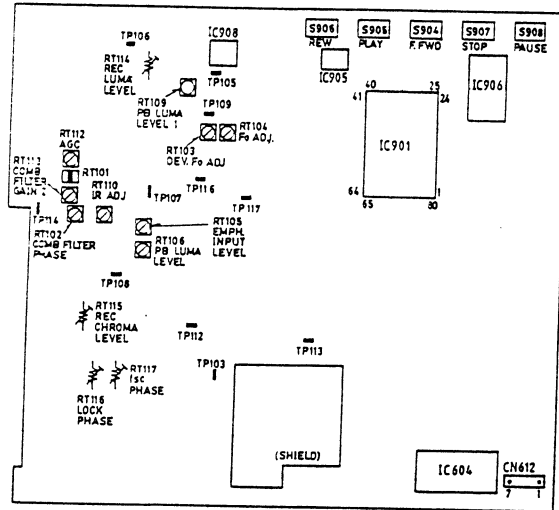

Abb. 4-151 Haupt- (MAIN) Leiterplatte (Seite A)
#### (2) Einstellen des Stromausschaltpegels (Abb. 4-151)